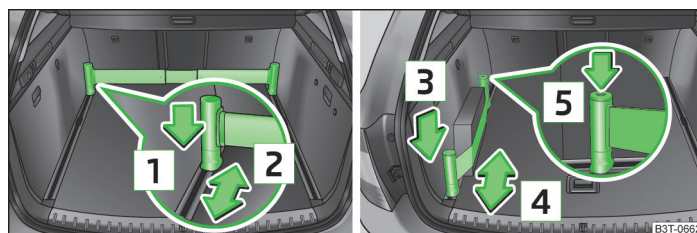

Fig. 101 Bara telescopică și cureaua elastică
- Apăsăți partea de sus a suportului în sensul săgeții **1** » fig. 101 și simultan împingeți-o în poziția dorită, în sensul săgeții **2**.
- Apăsăți suportul în sensul săgeții **3** » fig. 101 și simultan împingeți-l în poziția dorită, în sensul săgeții **4**.
- Puteți rula complet cureaua elastică prin apăsarea tastei [5] » fig. 101.